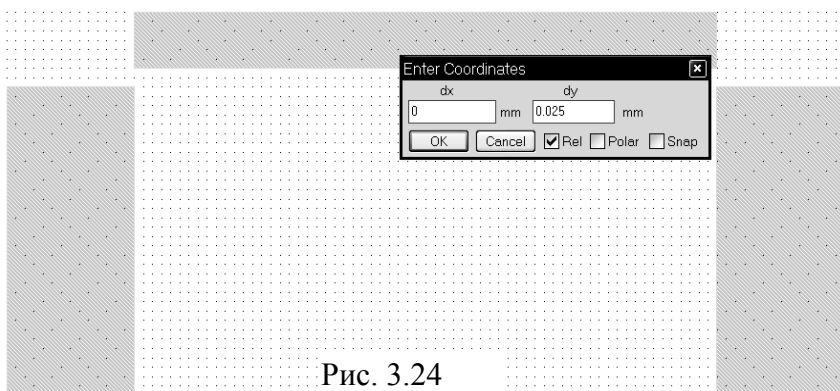

Рис. 3.24
3. Щёлкните по значку **View Area** на панели инструментов и увеличьте средние элементы топологии. Установите курсор на один из выделенных элементов, нажмите левую кнопку мышки и нажмите клавишу **Tab**. Появится окно для координатного ввода (рис. 3.24). В поле **dy** введите **0.025** и нажмите **OK**.